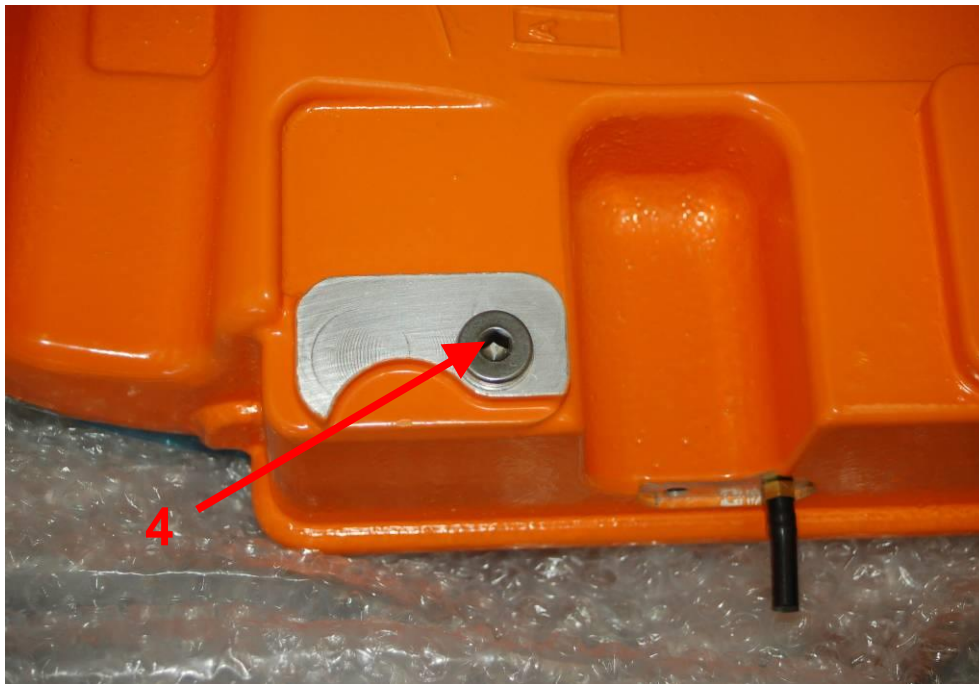
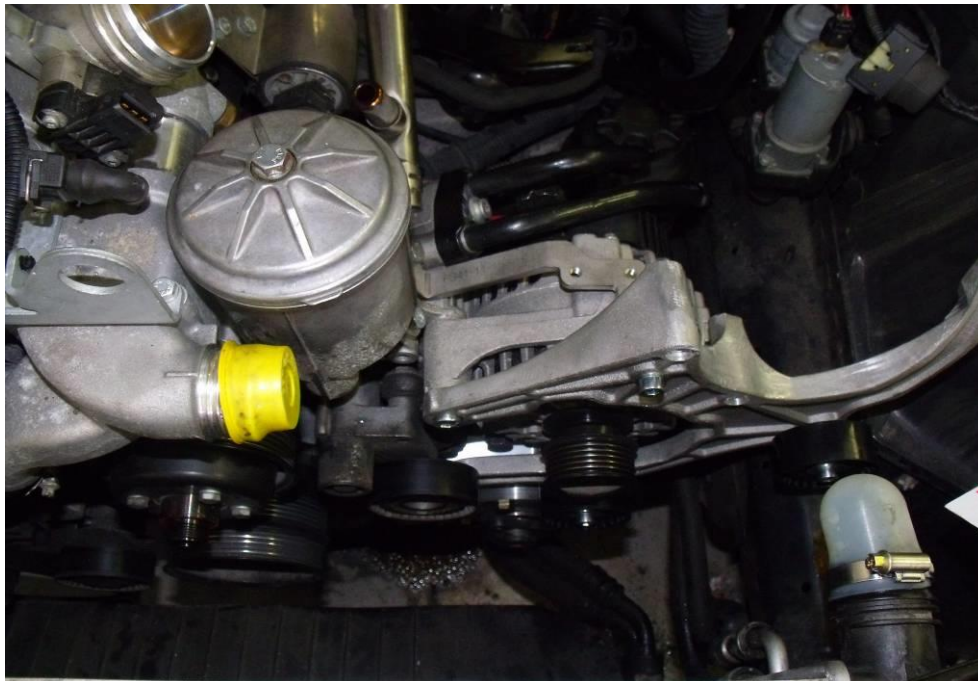

Abbildung 9
Abbildung 10
- Mit Lochsäge 25mm Loch in Ölwanne bohren (30mm von Unterkante Ölwanne) und zwei M6 Gewinde für Befestigungsschrauben schneiden (Abbildung 9). Auf die Tiefe der Bohrung achten (Abbildung 10)